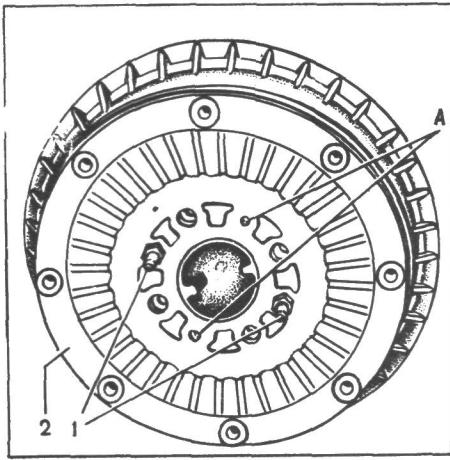

Рис. 57. Тормозной барабан: 1 — болты; 2 — тормозной барабан; А — технологические отверстия
- снимите тормозной барабан 2 (рис. 57), для чего отверните два болта 1, вставьте их в технологические отверстия «А» и завертывайте до отделения барабана.